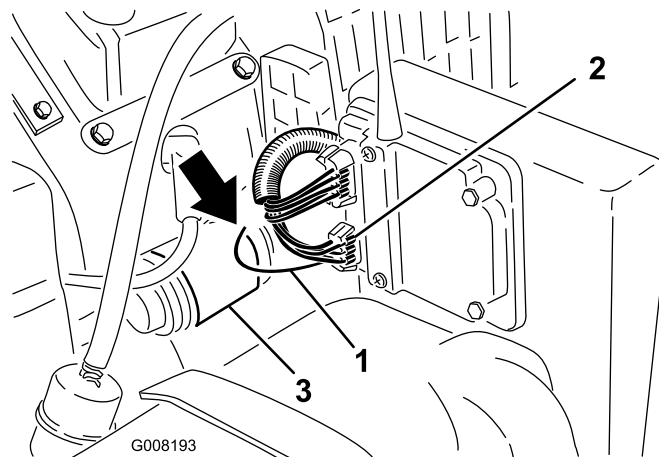

図 24
1. ワイヤ・ハーネスに折込んである黒と黄色のストライプの電気コード（レシーバの 6 ピンコネクタから出ている）を探し出す（図 24）。この電気コードをチューブから引き出す。